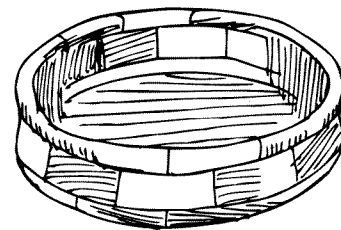

Figura 70
- El recipiente redondo ilustrado en la Figura 70 exige 12 piezas segmentadas para los lados. Los recipientes redondos también se pueden trabajar con 6 u 8 piezas.